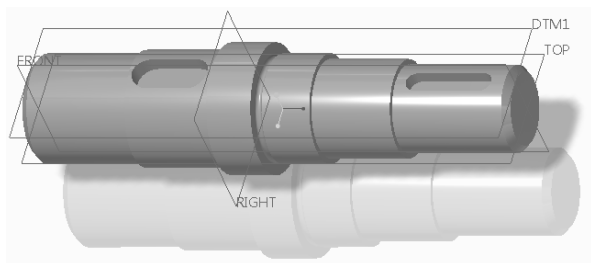

图 1-35 带反射着色的典型示例
- (带反射着色): 利用反射对模型进行着色, 其典型示例的效果如图 1-35 所示。